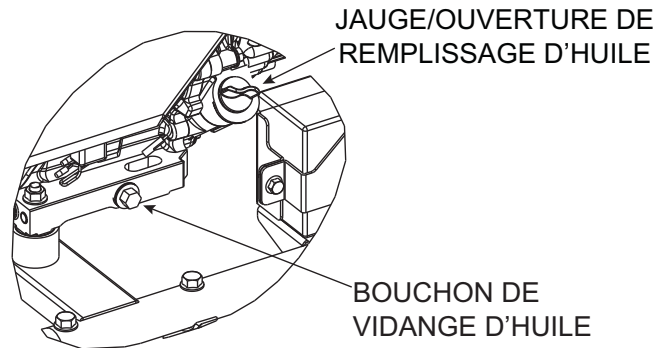

Figure 4-1. Bouchon de vidange d'huile
Consulter la section « Avant de démarrer la génératrice » pour des renseignements sur l'ajout d'huile et la vérification du niveau d'huile. Le niveau d'huile devrait être vérifié avant chaque utilisation ou au moins toutes les huit heures de fonctionnement. Le niveau d'huile doit être maintenu. Voir Figure 4-1 pour l'emplacement de la jauge et du remplissage de l'huile.
1. Nettoyer la zone autour du bouchon de vidange d'huile (Figure 4-1).